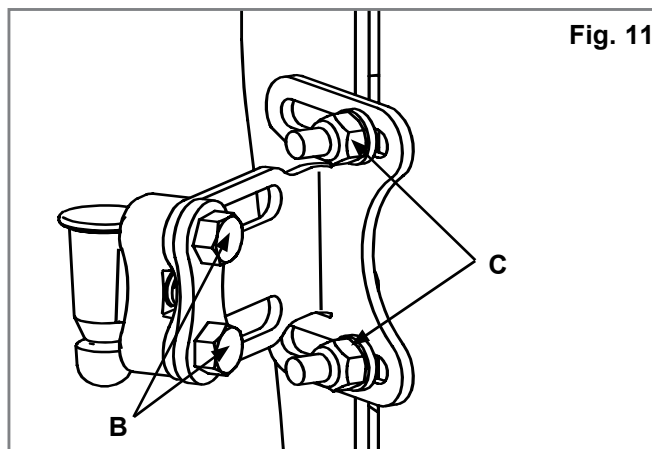

Fig. 11
(Fig. 11, 12, 13).
2. Tiefen-/Winkleinstellung (Fig. 11, 12, 13 & 14).